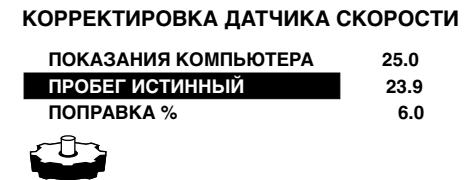

Рис. 4.6
⇨[◀▶] - подтвердите свой выбор, на экране появится подменю установок. Например, рис. 4.6.
1. ⇨[◀▶] - входим в установку первого разряда. Например рис. 4.6. Цифровое поле инвертируется и мигает устанавливаемый разряд.